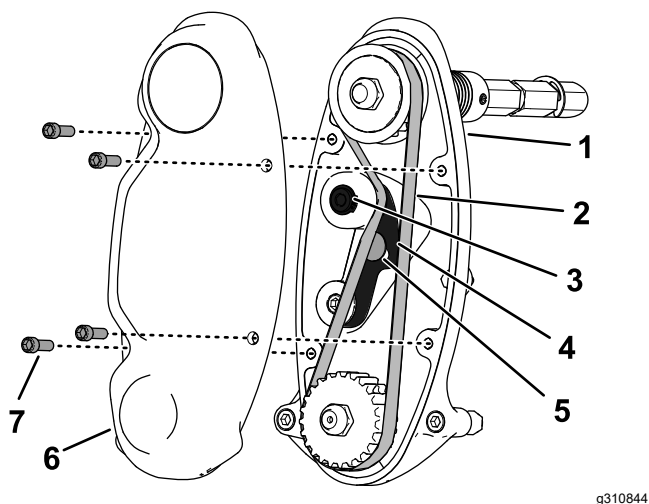

Figura 17
1. Retire a cobertura da correia para expor a correia (Figura 17).
2. Desaperte o parafuso do braço intermédio e rode o braço (Figura 17) para libertar a tensão na correia.
3. Retire a correia (Figura 17).
6. Instale a correia e tensione a correia aplicando 6 a 7 N·m no hexagonal interno do braço intermédio mostrado na Figura 17.